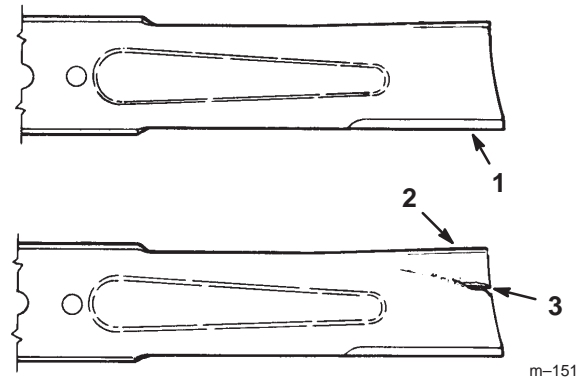

Figure 18
1. Inspectez les tranchants des lames (Fig. 18). Si les lames ne sont pas tranchantes ou si elles présentent des indentations, déposez-les et aiguisiez-les (voir Aiguisage des lames, page 30).
2. Inspectez les lames, surtout la partie incurvée (Fig. 18). Remplacez immédiatement toute lame endommagée, usée ou qui présente une entaille (repère 3 de la Fig. 18).